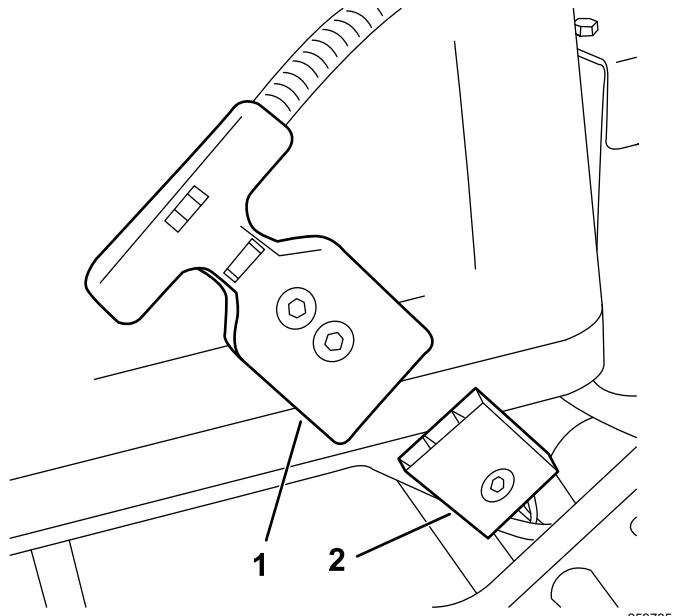

Figura 12
1. Conecte el conector en T al conector del suministro eléctrico principal (Figura 12).